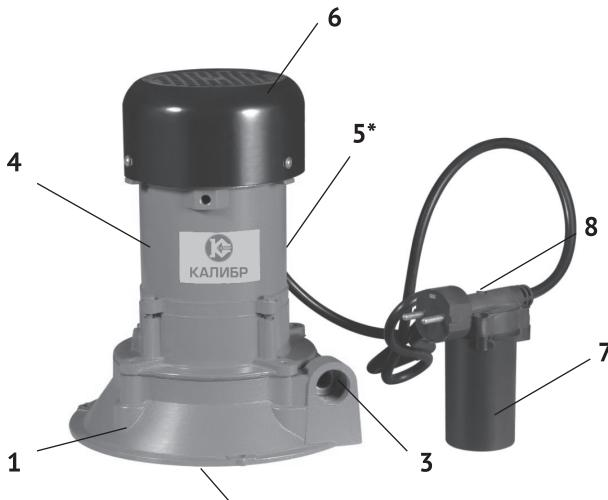

рис.1
Насос – гидравлическая машина, преобразующая механическую энергию приводного двигателя в энергию жидкости, обеспечивающую её движение. Привод насоса осуществляется однофазным асинхронным двигателем переменного тока (рис.1 поз.4). На якорь двигателя крепится рабочее колесо (крыльчатка) насоса, расположенное в металлическом корпусе (рис.1 поз.1). На корпусе насоса стрелкой указано направление вращения рабочего колеса.
Входное (всасывающее рис.1 поз.2) и выходное (нагнетающее рис.1 поз.5) отверстия имеют внутреннюю резьбу G $\frac{3}{4}$ дюйма. В комплект поставки входят 2 штуцера для присоединения труб (шлангов) с резьбой G $\frac{3}{4}$ /4».
На блоке управления (рис.1 поз.7) расположена клавиша выключателя (рис.1 поз.8). Она имеет два фиксированных положения: «I» - включено и «0» - выключено.
Общий вид насоса представлен на рис.1
3.3 Установить насос на ровной, твёрдой поверхности, как можно ближе к месту забора воды. Для уменьшения вибрации, желательно закрепить корпус насоса в месте установки болтами/саморезами (в комплект поставки не входят), используя крепёжные отверстия (рис.1 поз.9). Устанавливать насос следует так, чтобы ротор располагался строго по вертикали. Любое другое положение значительно снизит его производительность (до 30%) и приведёт к сокращению срока службы.
- после электрического подсоединения, блок управления (рис.1 поз.7) должен быть плотно закрыт, чтобы избежать попадания в него влаги;
- открыть вентиль В и отвернуть винт стравливания воздуха (рис.1 поз.5) на 2 – 3 оборота;
Для слива воды из насоса и напорной магистрали необходимо открутить винт сливного отверстия (рис.1 поз.5).